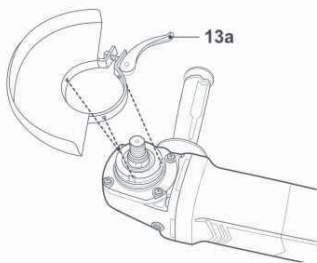

Fig. 5
- > Présentez les picots de la bague devant les encoches situées sur le col de la broche, puis faites tourner le carter (Figs. 5, 6).